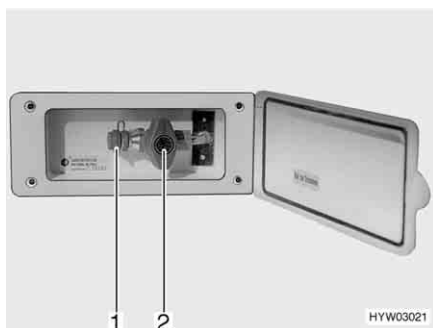

Bild 98 Extern gasanslutning, gasavstängningsventilen stängd
Den externa gasanslutningen (Bild 98) befinner sig, beroende på modell, på fordonets bakdel eller på fordonets vänstra resp. högra sida.
- Anslut den externa gasapparaten till anslutningar (Bild 98,1).
- Öppna gasavstängningsventilen (Bild 98,2).